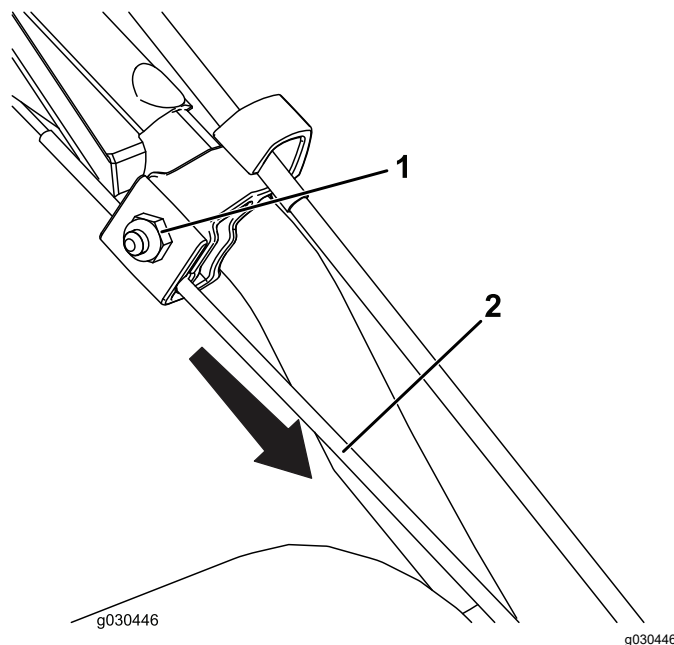

Figure 22
1. Desserrez l'écrou sur le collier supérieur du câble, mais ne le retirez pas (Figure 22).
2. Tirez le câble vers le bas pour le tendre presque complètement (Figure 22).
3. Serrez l'écrou (Figure 22).